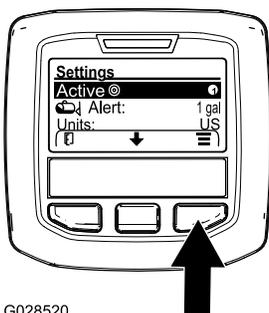

Рисунок 69
2. Нажмите среднюю кнопку выбора, чтобы выделить действующую настройку нормы внесения (Рисунок 69).
3. Нажмите правую кнопку выбора для переключения между нормами внесения 1 и 2 (Рисунок 69).